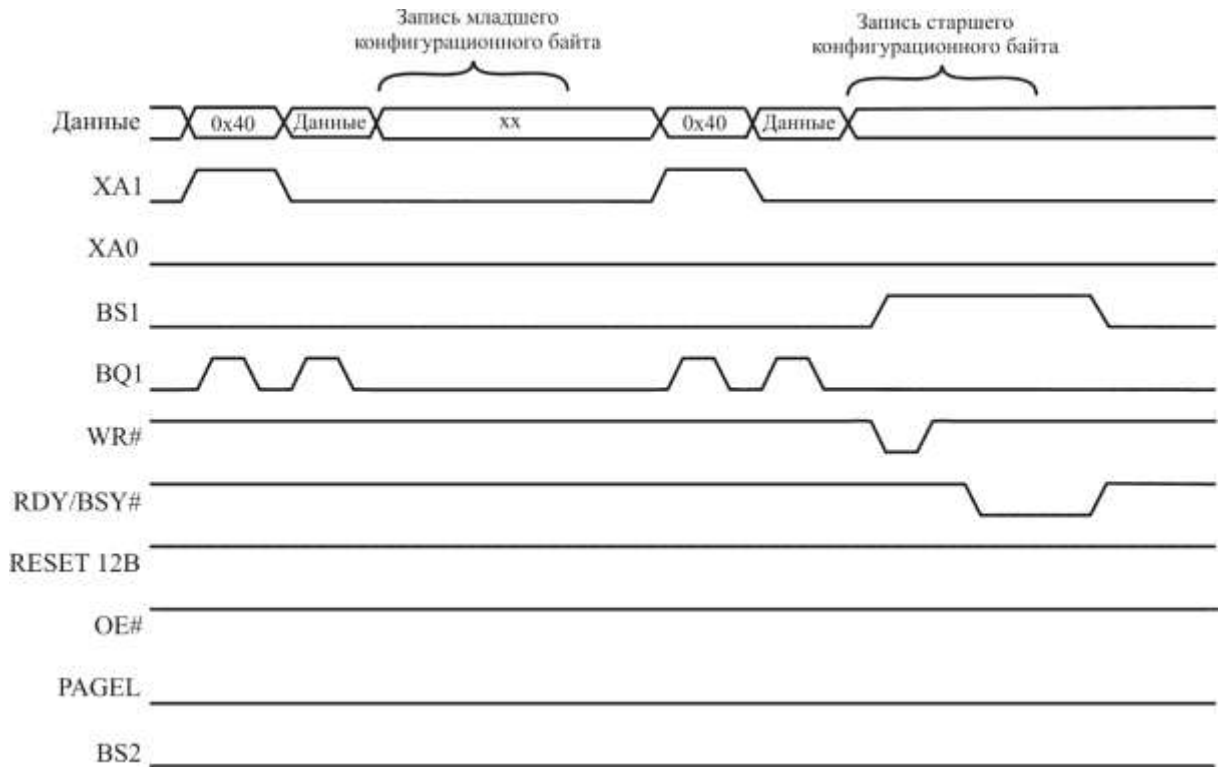

Рисунок 3.113 – Временная диаграмма программирования конфигурационных байтов
- 1 Загрузить команды «0100 0000» (см. рисунок 3.113).
- 1 Загрузить команду «0100 0000» (см. рисунок 3.113).